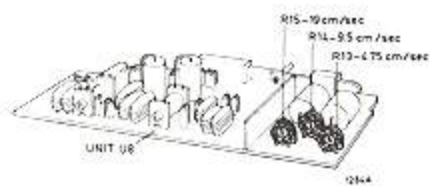

Fig. 14
- Der Abstand zwischen dem Impulskopf K4 (133) und dem Magnetring an der Antriebsscheibe 131 muss genau 0,1 mm betragen. Einstellung durch Lösen der Schrauben 17, durch Einstellen des Kopfes auf den richtigen Abstand und durch Anziehen der Schrauben. Mit Lack sichern.
- Einstellen der Bandgeschwindigkeit erfolgt durch Drehen eines der Einstellpotentiometer auf der Einheit U8 (siehe nachstehende Tabelle und Fig. 14).